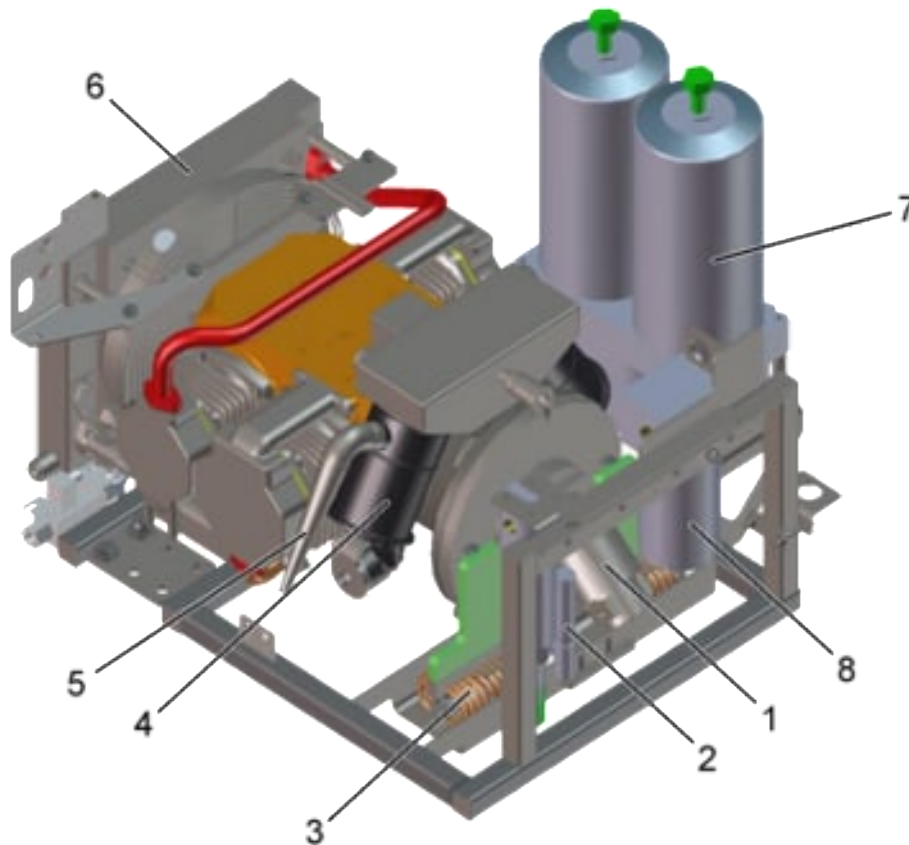

Abb. 46: Kompressorgerüst
Für die Druckluftherzeugung wird ein ölfreier 3-Zylinder-180° V Kompressor eingesetzt, siehe Abb. 5 (14). Dieser wird über einen Hydromotor, siehe Abb. 46 (1), angetrieben und fördert im Nennbetrieb 1450 l/min.